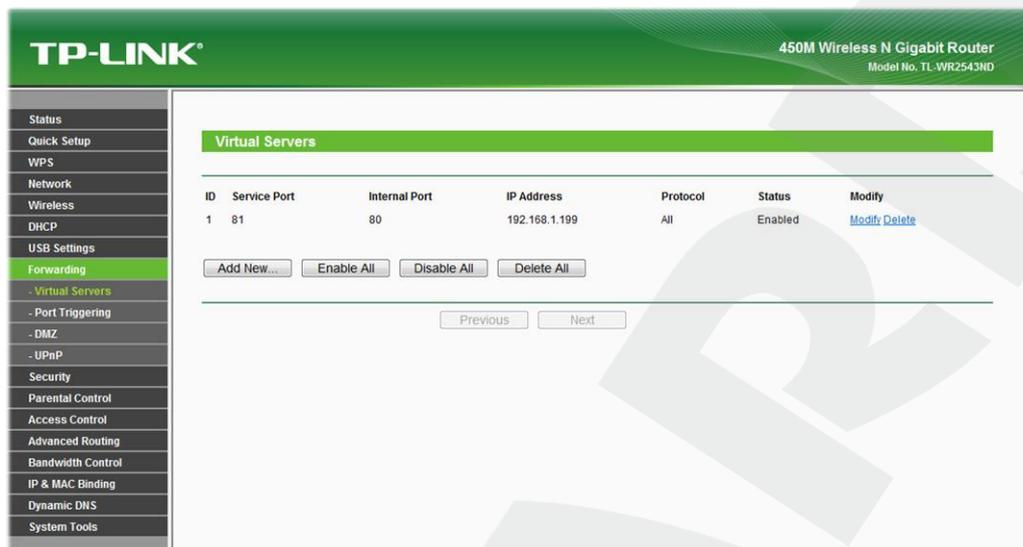

Рис. 6.8
**Шаг 4:** нажмите кнопку **[Save]**, чтобы сохранить правило. Правило добавлено (Рис. 6.8).